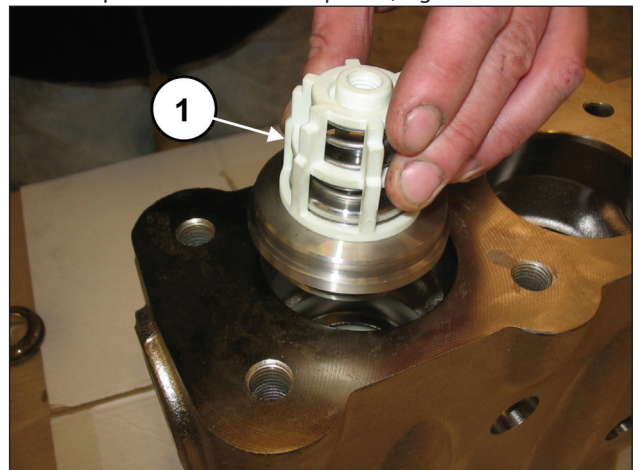

Fig. 107
Insira o grupo da válvula de descarga (pos. ①, Fig. 107).